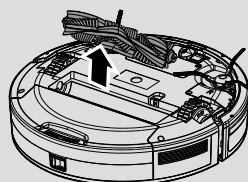

Fig. 12
3. Levante el agitador agarrando uno de sus extremos. **[Fig. 12]**